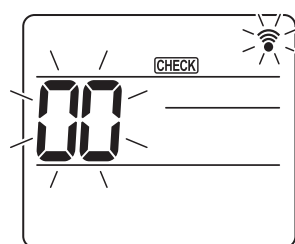
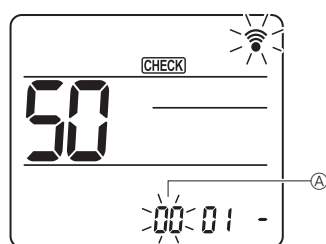
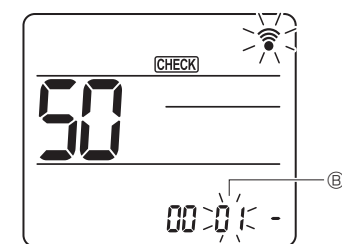
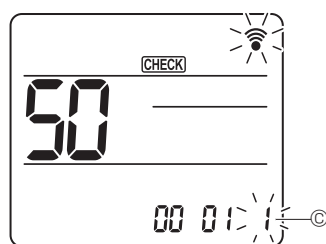

Fig. 7-16
Fig. 7-17
Fig. 7-18
Fig. 7-19
#### 7.4.2. Mit der drahtlosen Fernbedienung (Fig. 7-16, Fig. 7-17, Fig. 7-18, Fig. 7-19)
① Funktionsauswahlmodus aufrufen
- [CHECK] leuchtet und "00" blinkt. (Fig. 7-16)
② Einstellen der Gerätenummer
- Drücken Sie zum Einstellen der Gerätenummer ① die Taste [5]. (Fig. 7-17)
③ Auswählen eines Modus
- Drücken Sie zum Einstellen der Modusnummer ② die Taste [5]. (Fig. 7-18)
④ Auswählen der Einstellungsnummer
- Ändern Sie mit der Taste [5] die Einstellungsnummer ③. (Fig. 7-19)
⑤ Auswählen mehrerer Funktionen nacheinander
- Wiederholen Sie die Auswahl von ③ und ④, um mehrere Funktionen nacheinander zu ändern.
⑥ Abschluss der Funktionsauswahl